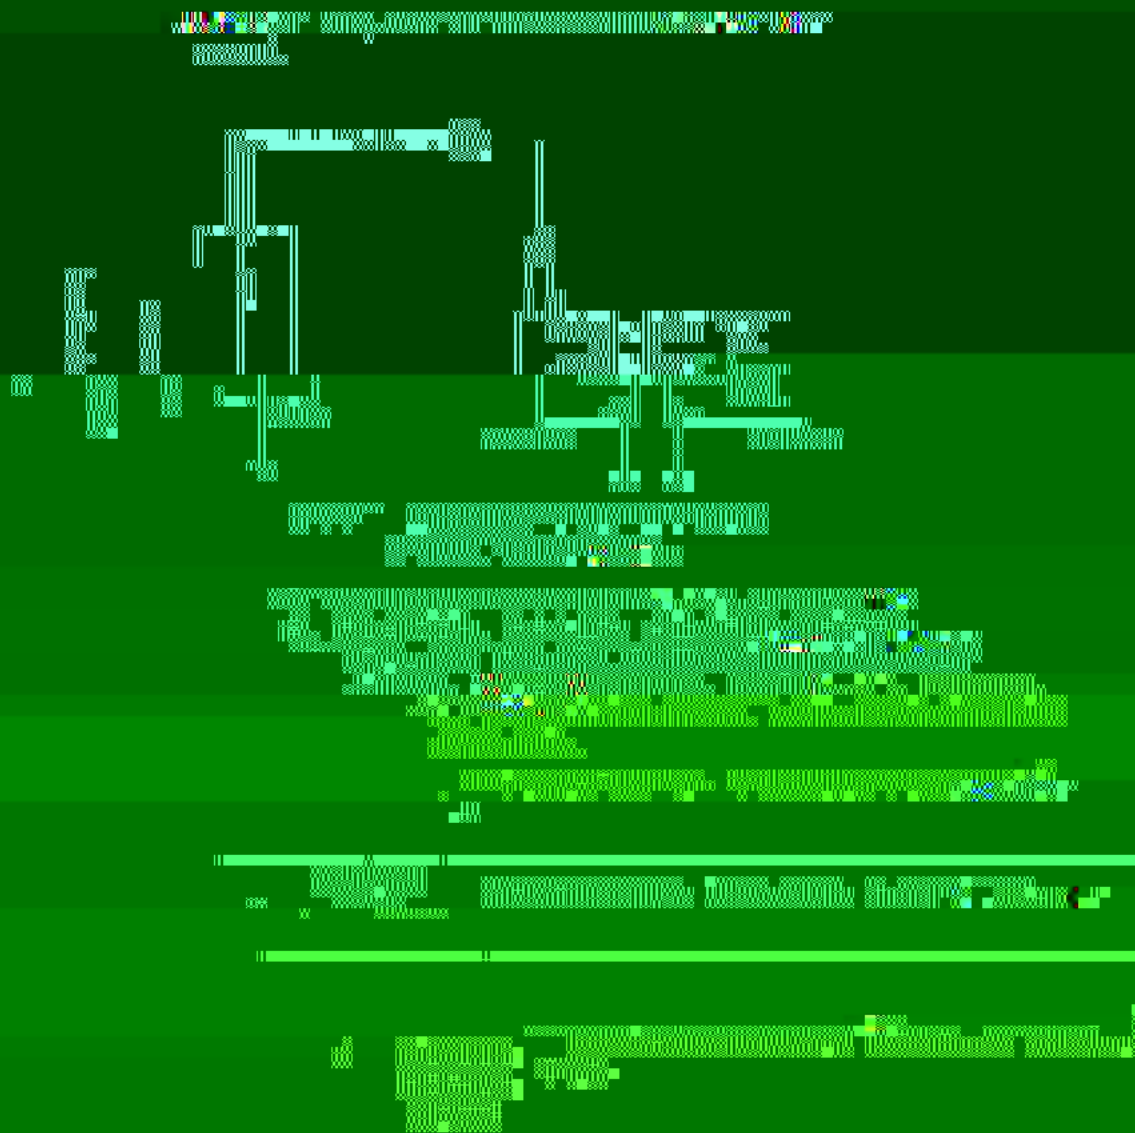

图 1 高压开关柜内各带电部分对地、相间绝缘电阻和泄漏电流测量接线图
(2) 测量柜内各带电部分对地、相间绝缘电阻，试验电压和 0.75 倍直流参考电压下的泄漏电流，宜按图 1 进行。